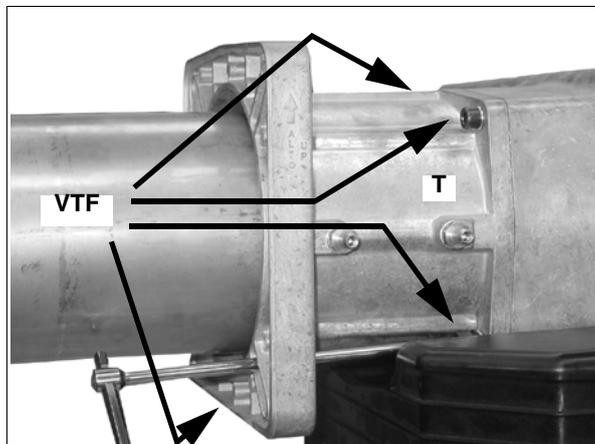

Fig. 4
- 2 Smontare il tronchetto flangiato T rimuovendo le 4 viti a brugola VTF (Fig. 4).